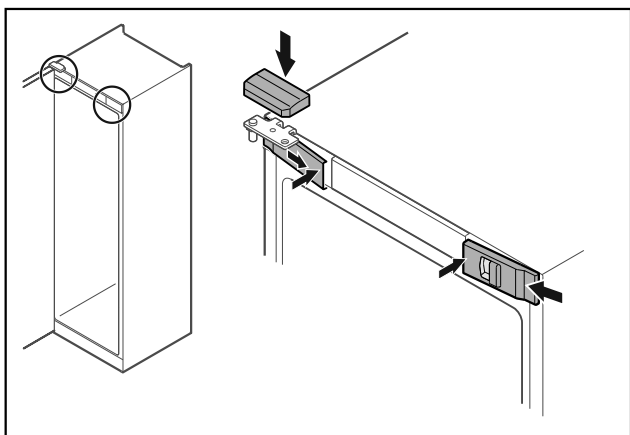

Fig. 48
- ▶ Skyv de fremre dekslene Fig. 48 (1) inn på siden, og smekk dem på plass på innsiden.
- ▶ Smekk det øvre dekselet Fig. 48 (2) på plass ovenfra.